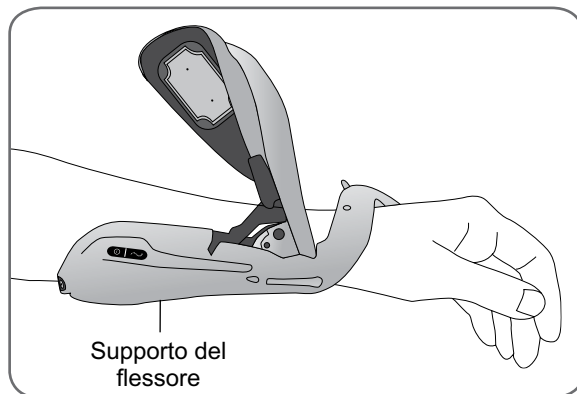

Figura 8-9 - Posizionamento del supporto del flessore
3. Posizionare l'avambraccio sul supporto del flessore dell'ortosi. (Figura 8-9).